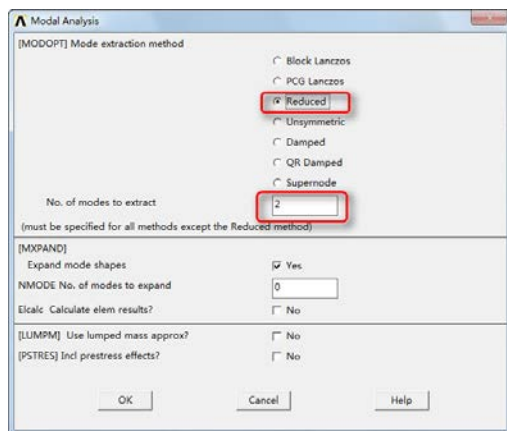

图 14-27 “Modal Analysis”对话框出现
②设置求解选项：Main Menu > Solution > Analysis Type > Analysis Options, “Modal Analysis”对话框出现，在 “[MODEPT] Mode extraction method” 单选按钮中选择 “Reduced”，在 “No. of modes to extrct” 文本框中输入 “2”，如图 14-27 所示，单击 “OK” 按钮。